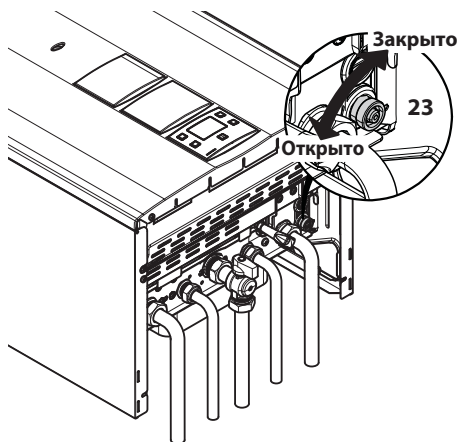

Рисунок 9.4
- Ослабить кран опорожнения котла 23, см. Рисунок 9.4.